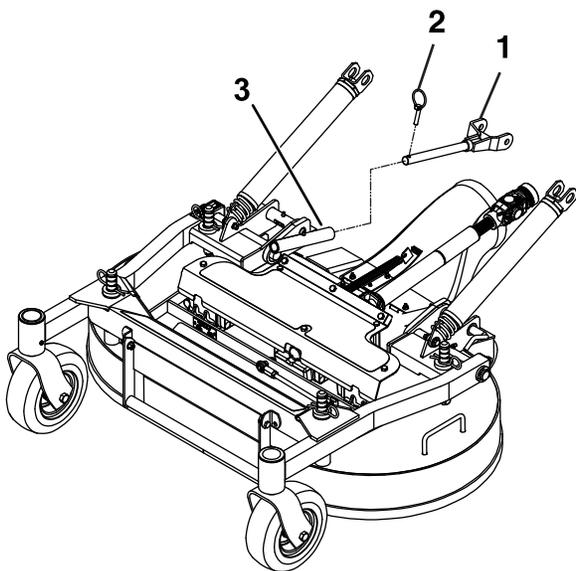

Рисунок 78
7. Удалите шплинты с кольцами из передней части толкающих рычагов на обеих сторонах машины (Рисунок 78).
7. Закрепите толкающие рычаги с помощью шплинтов с кольцами на левой и правой сторонах машины (Рисунок 78).